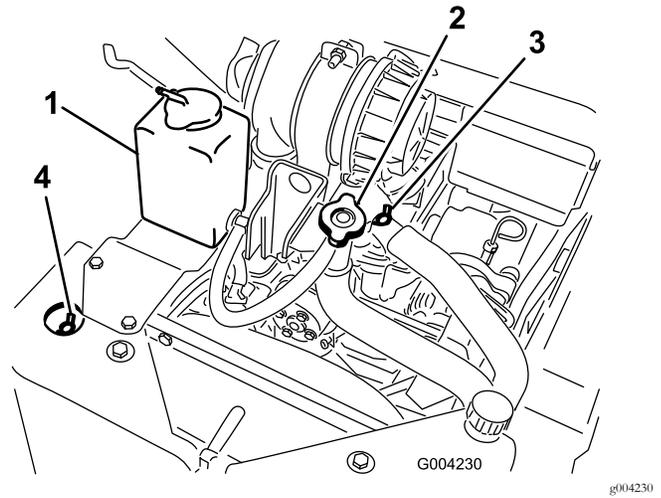

Bild 21
- A. Nehmen Sie den Kühlmittel-Fülldeckel ab (Bild 21).
- B. Öffnen Sie das vordere und obere Entlüftungsventil für das Kühlmittel (Bild 21).
- C. Füllen Sie Kühlmittel in den Füllstutzen ein, bis das Kühlmittel aus dem vorderen Entlüftungsventil für das Kühlmittel tritt (Bild 21).
- D. Schließen Sie das vordere Entlüftungsventil für das Kühlmittel (Bild 21).
- E. Füllen Sie Kühlmittel in den Füllstutzen ein, bis das Kühlmittel aus dem oberen Entlüftungsventil für das Kühlmittel tritt (Bild 21).
- F. Schließen Sie das obere Entlüftungsventil für das Kühlmittel (Bild 21).
- G. Füllen Sie Kühlmittel in den Füllstutzen, bis der Kühlmittelstand am Füllstutzen liegt (Bild 21).
- H. Setzen Sie den Kühlmittel-Fülldeckel auf (Bild 21).
- I. Füllen Sie Kühlmittel in das Ausdehnungsgefäß, bis der Stand an die Voll-Linie an der Seite des Behälters liegt (Bild 21).